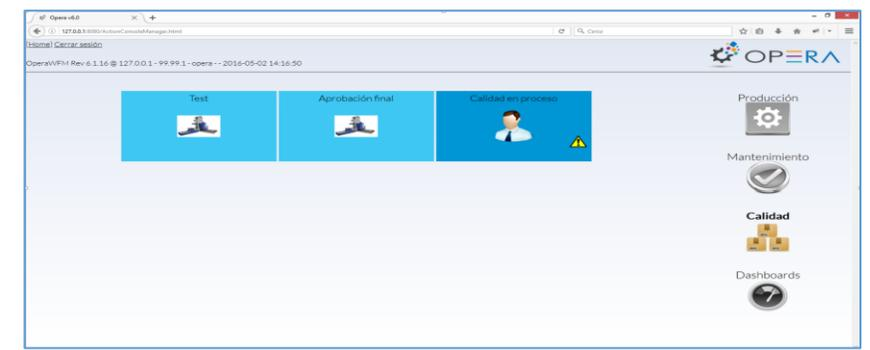

Imagen 3: Terminal de planta.
- Terminal de planta para realizar controles de calidad en proceso, con alarma para el operario indicando la necesidad de hacer el control (Imagen 3)